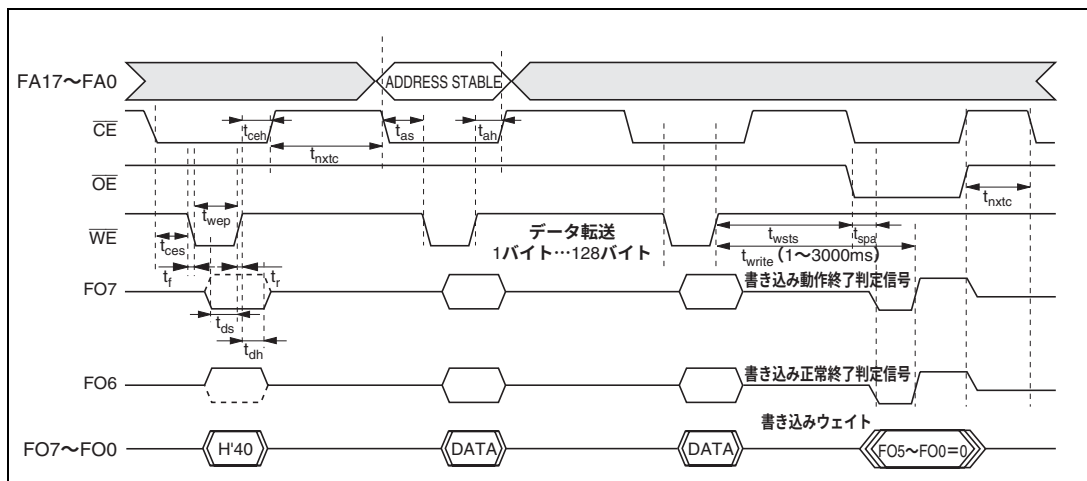

図 22.21 自動書き込みモードのタイミング波形
(2) 自動書き込みモードにおける注意事項
- (d) メモリアドレスの転送は、第2サイクルで行います（図22.21）。第3サイクル以降では転送しないでください。